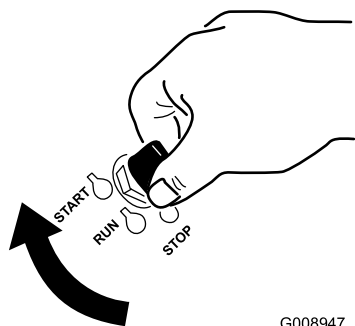

Figura 18
1. Gire la llave de contacto a la posición de ARRANQUE (Figura 18).